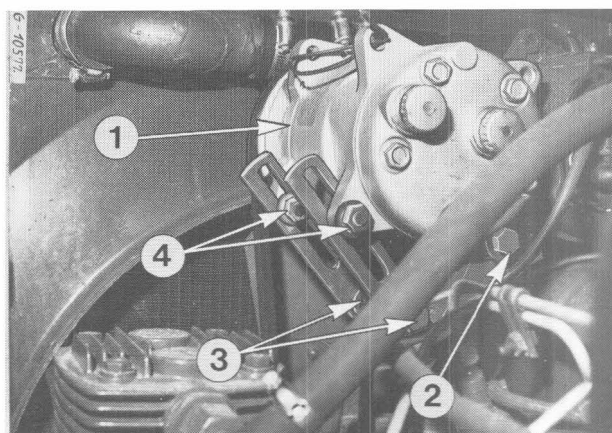

Figure 81
- Desserrez les boulons de fixation (2 et 3) Fig. 81 et les boulons de réglage (4).